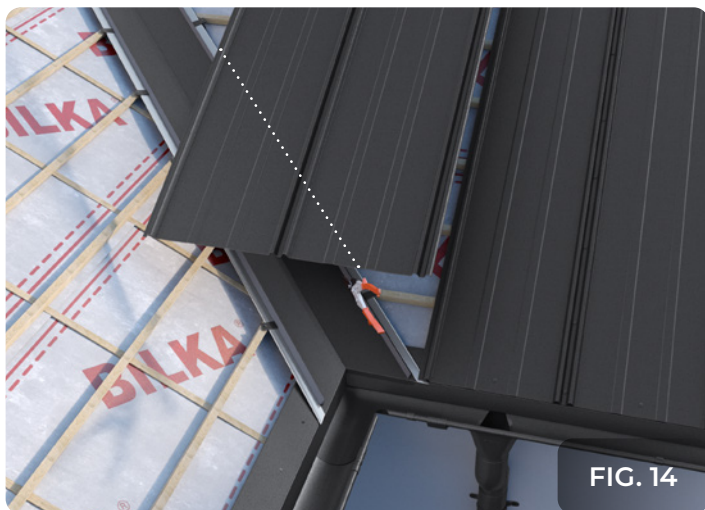

FIG. 14
- Panoul se aliniază cu panoul anterior - fig. 14.
- Se trasează și se decupează panoul, lăsând un spațiu de scurgere a apei de 50 - 80 mm, de la mijlocul doliei până la linia panoului - fig. 14, 15, 16, 17 (vezi și montajul doliei).